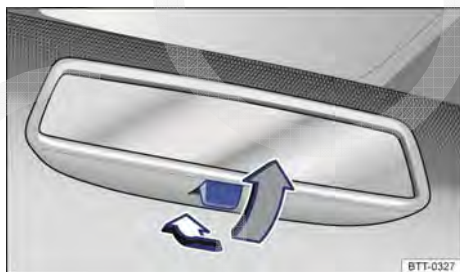

Fig. 97 No para-brisa: espelho retrovisor interno com antiofuscante manual.
- Para evitar o ofuscamento, puxar a alavanca para trás → Fig. 97.